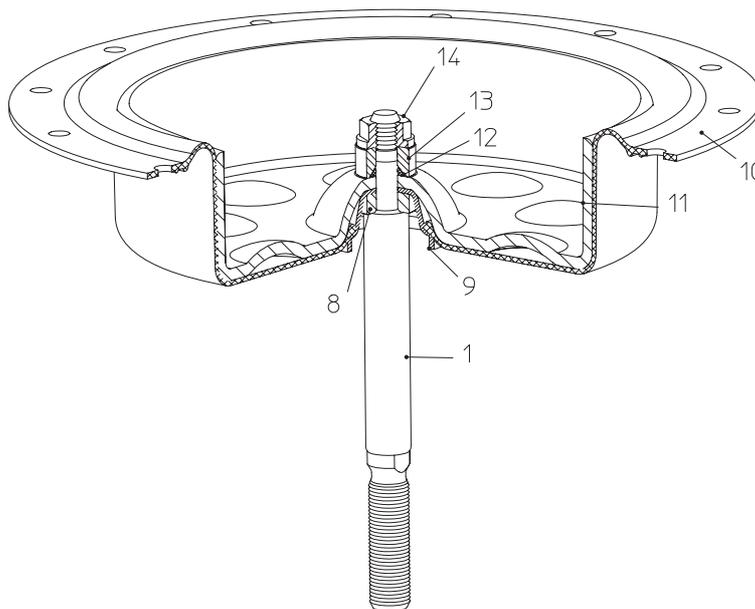
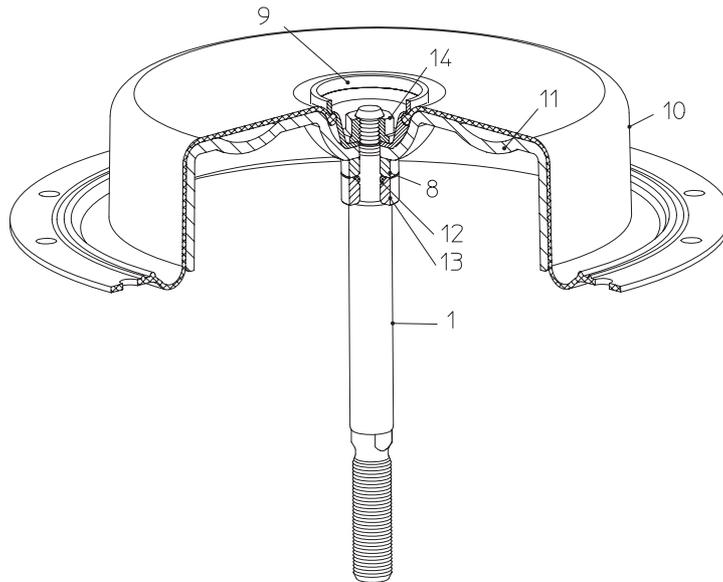
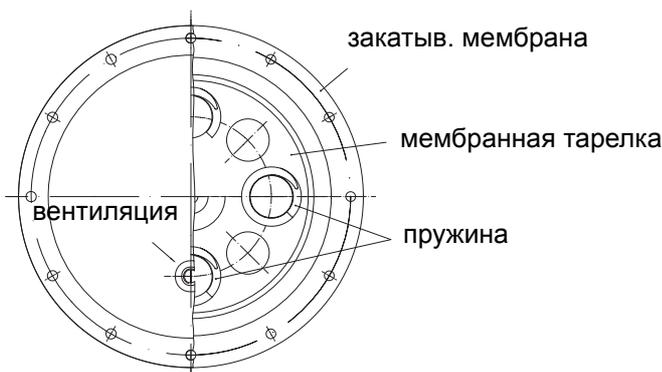
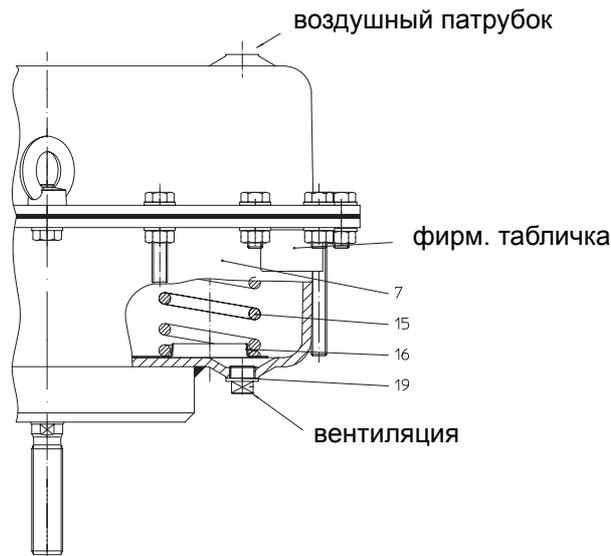

Рис. 21: „шпindel привода выдвигается за счет силы пружины“
Рис. 22: „шпindelь привода втягивается за счет силы пружины“
Рис. 23
Рис. 26
- При установке узла в привод с принципом действия “шпindelь привода выдвигается за счет силы пружины” выпуклость мембранной тарелки (11) должна располагаться на одной линии с отверстием в закатывающейся мембране (10) и находиться точно над воздушным патрубком в днище мембраны (7) (Рис. 21 и Рис. 23).
- При установке узла в привод с принципом действия “шпindelь привода втягивается за счет силы пружины” выпуклость мембранной тарелки (11) должна располагаться на одной линии с отверстием в закатывающейся мембране (10) и находиться точно над воздушным патрубком в кожухе мембраны (18) (Рис. 22 и Рис. 23).
- Снимите кожух мембраны (18) и выньте пружины (15).
- Установите пружины (15) в центрирующие элементы мембранной тарелки (11).
- Следите за правильной посадкой пружин! (см. Рис. 23!)
- Уложите кожух мембраны (18) на пружины (15) и закрепите винтами.
- Снимите кожух мембраны (18), выньте закатывающуюся мембрану (10), мембранную тарелку (11), шпindelь (1) и пружины (15).
- Установите мембранную тарелку (11) и закатывающуюся мембрану (10) в кожух мембраны (18).
- Насадите днище мембраны (7) вместе с направляющей (3) на шпindelь (1) и закрепите винтами. (момент затяжки см. п. 8.1)
- Установите закатывающуюся мембрану (10) и мембранную тарелку (10), а также элемент центрирования пружин (16) в кожух (18).
- Установите пружины (15) на центрирующий элемент (16) затем уложите второй центрирующий элемент (16) на пружины (15) и выровняйте его.
- Следите за правильной посадкой пружин! (см. Рис. 26!) Расположите пружины (15) так, чтобы над вырезом в центрирующем пружины элементе (16) располагалось вентиляционное отверстие в днище мембраны (19).